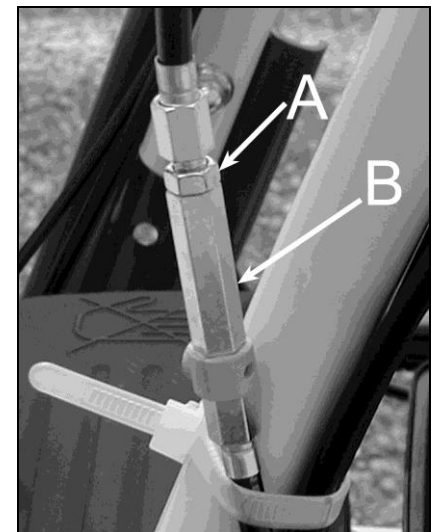

Figura 24
1. Allentare il controdamo (A, figura 24) sul registro a vite del cavo della frizione interessata.
2. Ruotare il dado di registro per regolare la tensione del cavo (B, figura 24).